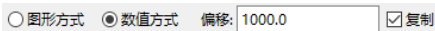

图 2-47 偏移选项栏
(1) 单击“修改”选项卡“修改”面板“偏移”按钮 ，打开选项栏，如图 2-47 所示。